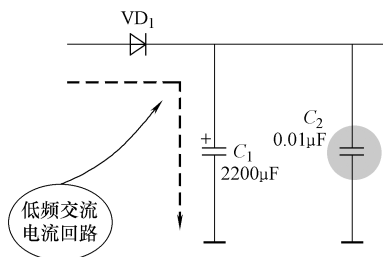

图 10-60 低频成分电流回路示意图
3) 大电容的工作状态。整流电路输出的单向脉动直流电中绝大部分是频率比较低的交流成分,小电容对低频交流成分的容抗大而相当于开路,因而,对低频成分主要是大电容  $C_1$  在工作,所以流过  $C_1$  的是低频交流成分,图 10-60 所示是低频成分电流回路示意图。